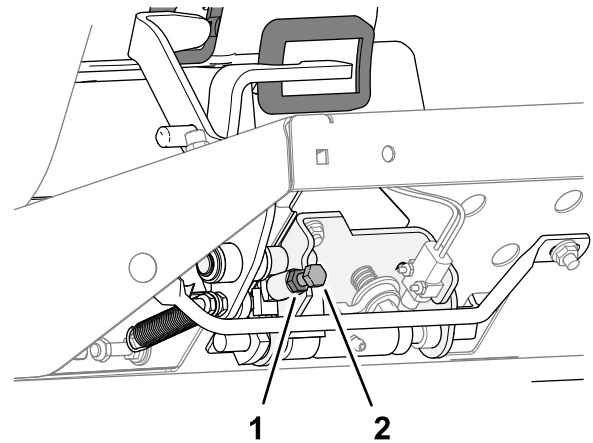

Bild 86
- Um die Mähgeschwindigkeit zu verringern, drehen Sie die Drehzahlbegrenzungsschraube (Bild 86) im Uhrzeigersinn.